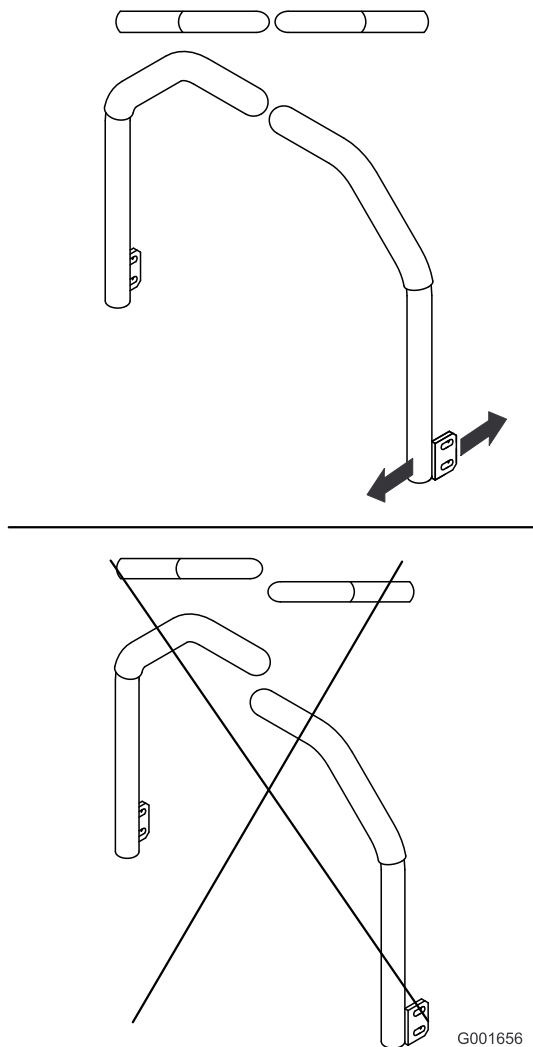

Figura 84
- Ajuste las palancas de control de forma que queden alineadas entre sí y apriete los pernos para fijar las palancas a los soportes (Figura 84).